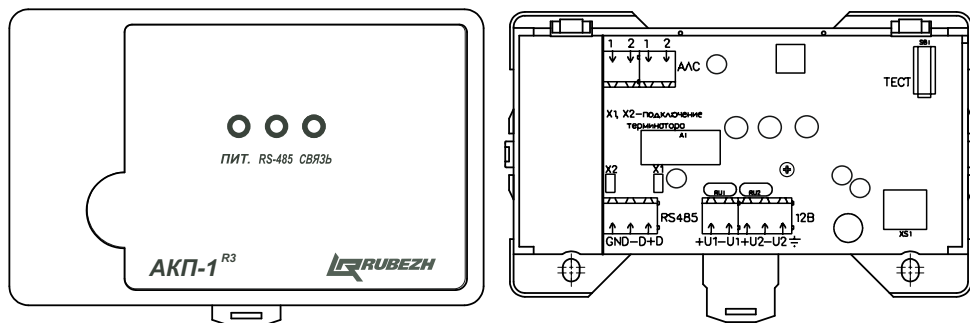

Рисунок 1
- 4.1 АКП-1 конструктивно выполнен в пластмассовом корпусе, внутри которого размещается плата с электронными компонентами (рисунок 1). На плате установлены клеммные колодки для подключения АКП-1 к АЛС, RS-485 и внешнему питанию, а также вилки с джамперами «X1», «X2», которые следует замкнуть, если АКП-1 в линии RS-485 является оконечным.
4.3 На плате АКП-1 имеется кнопка ТЕСТ (рисунок 1), которая используется для определения адреса модуля в АЛС прибора при кратковременном нажатии. При снятии крышки АКП-1 кнопка инициирует формирование сигнала «Вскрытие», передаваемого по АЛС в прибор.